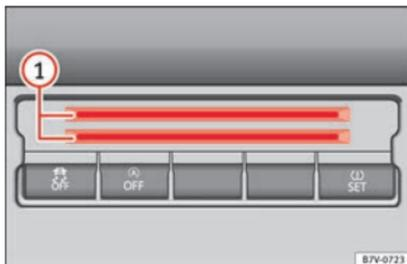

Fig. 179 Partie inférieure de la console centrale : rangement pour cartes.
Dans la partie inférieure de la console centrale se trouve un rangement » **fig. 179** ① pour de la monnaie, des cartes, des tickets de parking ou autres.